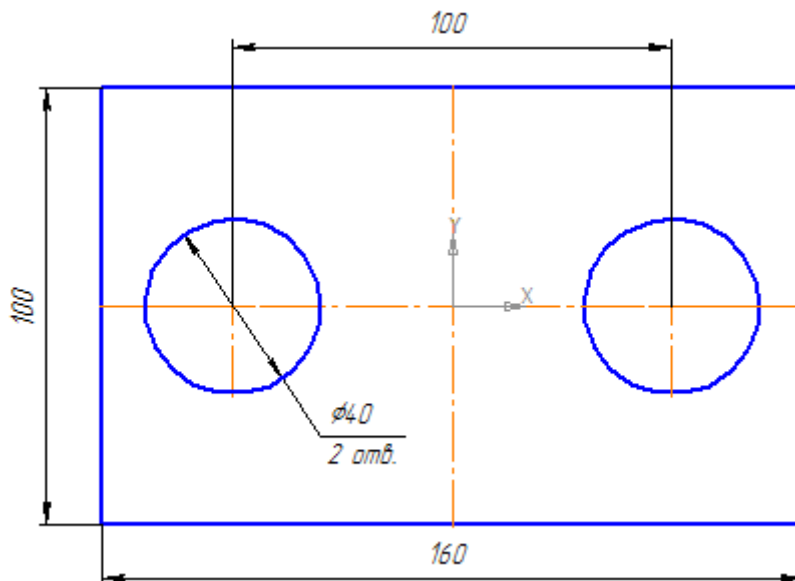

Рис. 21
- щелчком ЛКМ зафиксируйте фантом строящегося размера (рис. 21);